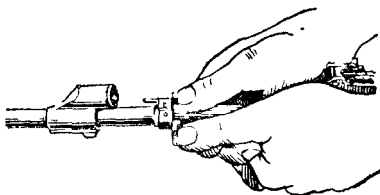

Рис. 21. Сдвигание соединительной муфты
6) Отделить цевье (цевье отделяется в редких случаях: при удалении складской смазки, после попадания автомата или пулемета в воду и т. п.). Взять автомат (пулемет) левой рукой за цевье, правой с помощью отвертки или пенала принадлежности повернуть замыкатель цевья на пол-оборота вперед; большими пальцами обеих рук (рис. 21) сдвинуть соединительную муфту с цевья к газовой камере; подать цевье вперед и отделить его от ствола.